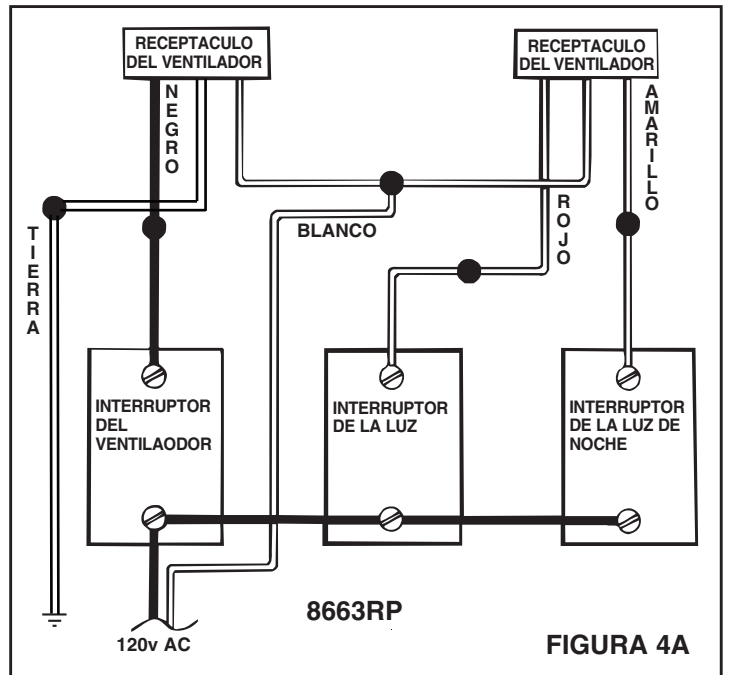

FIGURA 4A
4. Consulte la Figura 4A. (para modelo 8663RP) Conecte los cables blancos de los receptáculos del ventilador y de la luz al cable blanco (neutro) de la alimentación. Conecte el cable negro al cable del interruptor del ventilador. Conecte el cable rojo al cable del interruptor de la luz. Conecte el cable amarillo al cable del interruptor de la luz de noche.